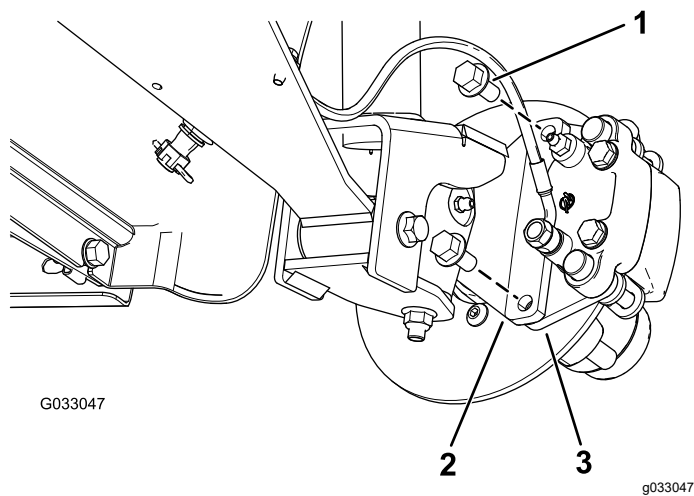
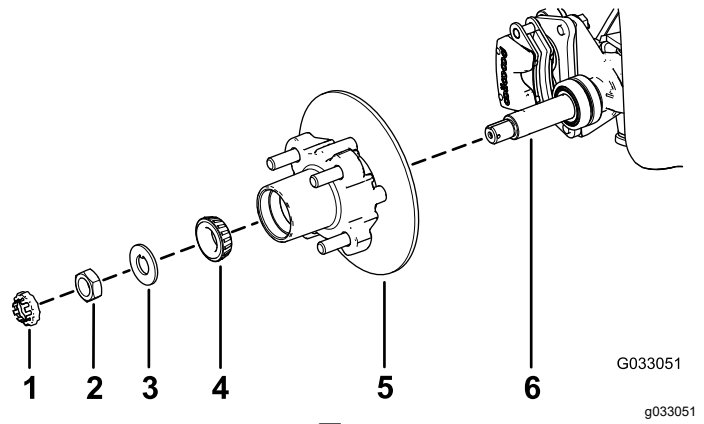

図 29
図 33
3. ブレーキアセンブリ用のブラケットをスピンドルに固定しているフランジヘッドボルト $\frac{3}{8}$ " x  $\frac{3}{4}$ "を外してスピンドルからブレーキを取り外す 図 29。
1. スピンドルに所定のグリスを薄く塗る 図 33。
2. ハブとロータをスピンドルに取り付ける。ロータを内側にすること 図 33。
3. スピンドルに外側ベアリングを取り付けてレースにはめる 図 33。
4. スピンドルにタブワッシャを取り付ける 図 33。
5. スピンドルにスピンドルナットを取り付け、ハブを回してベアリングを着座させながらナットを 15 N·m 1.52 kg·m = 11 ft·lb に締めつける 図 33。
- ブレーキパッドをロータのそれぞれの側に合わせ 図 29、キャリブラケットの穴と、スピンドルフレームのブレーキ取り付け部の穴を整列させる 図 33。
- キャリブラケットをスピンドルフレームに固定する 図 29 フランジヘッドボルト  $\frac{3}{8}$ " x  $\frac{3}{4}$ " 2本を使用する。